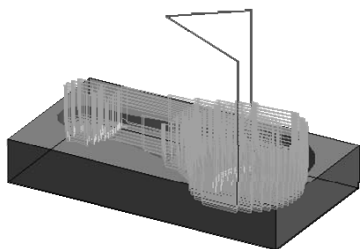

图 3-58 生成刀具轨迹
2) 单击右键后系统提示“拾取加工边界”,再单击鼠标右键确认,系统开始计算,稍后得出刀具轨迹如图 3-58 所示。